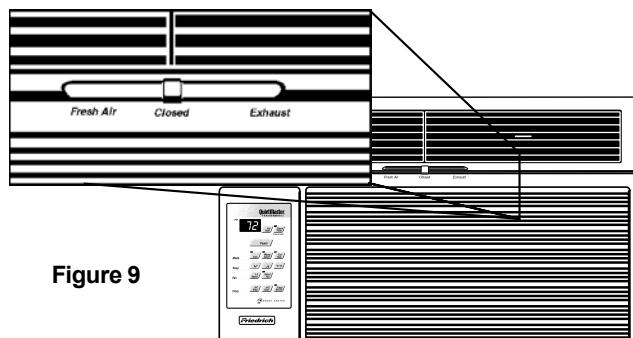

Figure 9
- 3 **VENTILATEUR SEULEMENT** - Appuyez sur le bouton **Fan Only** si vous désirez faire fonctionner le ventilateur seulement. Vous voudrez peut-être utiliser cette fonction avec le levier **Fresh Air / Exhaust** pour faire entrer de l'air de l'extérieur dans la pièce ou pour évacuer l'air vicié. (La fonction **Fresh Air / Exhaust** est située à l'avant du climatiseur près du haut. Voir la figure 9 à la page 43.)
Le réglage **Fan Only** peut aussi être utilisé avec le réglage d'échappement d'air (EXHAUST) pour évacuer l'air vicié ou de la fumée d'une pièce; ou il peut être utilisé avec le réglage **Fresh Air** pour faire entrer de l'air de l'extérieur dans la pièce. Cela est particulièrement utile au printemps et à l'automne lorsque le refroidissement peut ne pas être nécessaire. Les commandes **Fresh Air** et **Exhaust** se trouvent dans la zone supérieure d'échappement d'air. La position centrale de cette commande est la position normale ou fermée, qui recycle l'air pour un rendement maximal dans le mode de refroidissement (voir la figure 9).
Les commandes **Fresh Air** et **exhaust** se trouvent dans la zone supérieure d'échappement d'air (voir la figure 9, page 43). La position centrale de cette commande est la position normale ou fermée, qui recycle l'air pour un rendement maximal dans le mode de refroidissement.
Votre climatiseur a la capacité de faire entrer de l'air frais dans la pièce ou d'évacuer l'air vicié hors de la pièce. Le levier de contrôle se trouve dans la partie supérieure de l'unité (voir la figure 9).